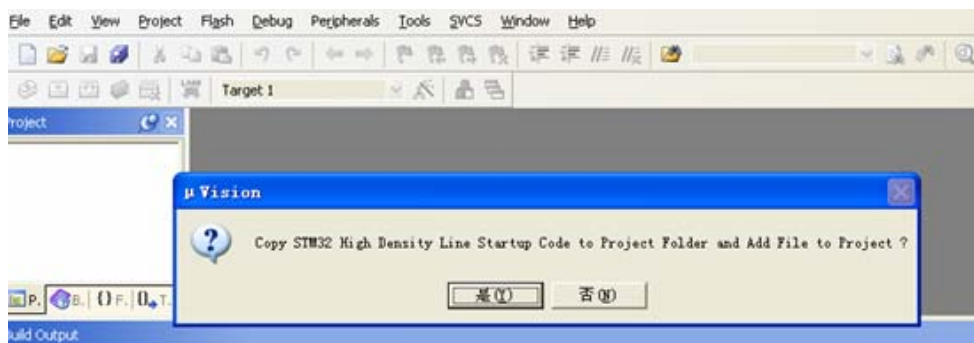

图 4-70 询问是否需要添加自带的启动文件
4. 接下来的窗口问我们是否需要拷贝STM32的启动代码到工程文件中，这份启动代码在M3系列中都是适用的，一般情况下我们都点击是，但我们这里用的是ST的库，库文件里面也自带了这一份启动代码，所以为了保持库的完整性，我们就不需要开发环境为我们自带的启动代码了，稍后我们自己手动添加，这里我们点击否。如图4-70所示：